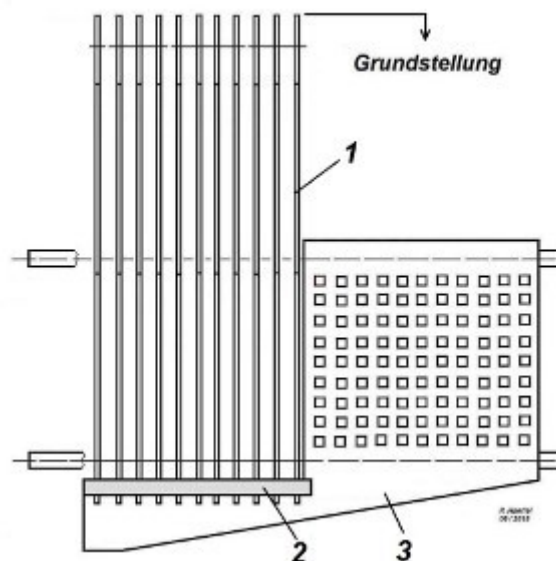

Abb. 4: Grundstellung der Zahnstangen-Träger
Die Abfrage des Eingabespeichers erfolgt durch sogenannte Zahnstangen-Träger (1), die in ihrer Grundstellung von der Nullenleiste (2) am Stiftschlitten (3) gesperrt werden (Abb. 4).